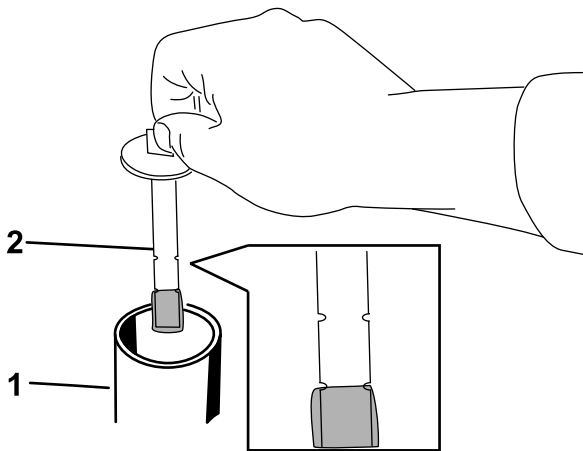

Figura 84
5. Retire el tapón y la varilla del depósito hidráulico (Figura 84).